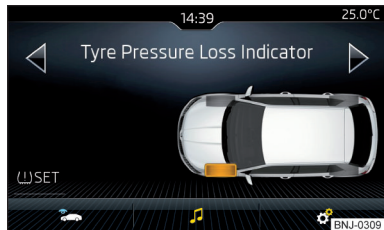

Fig. 230
- Pulsar la superficie funcional **SET** » **fig. 230**.
En caso de las luces de control iluminadas en el cuadro de instrumentos pueden mostrarse en el Infotainment los neumáticos afectados » **fig. 230**.